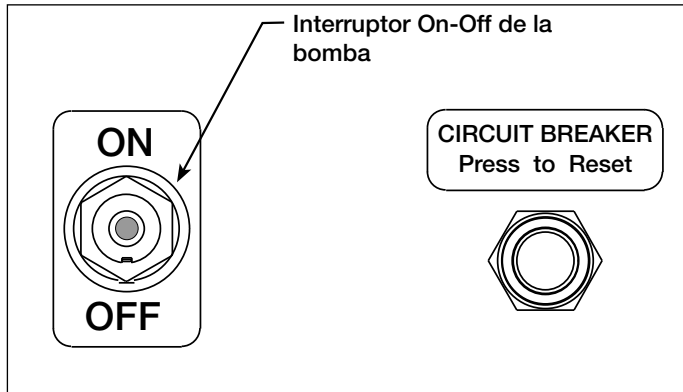

Figura 7, Panel de control de la bomba
5.1 Interruptor de la bomba (véase Figura 7)
5.2 Funcionamiento del mando remoto (véase Figura 7)
4. Conectar la unidad a la red eléctrica. Poner el interruptor de la bomba a ON. Véase Figura 7.